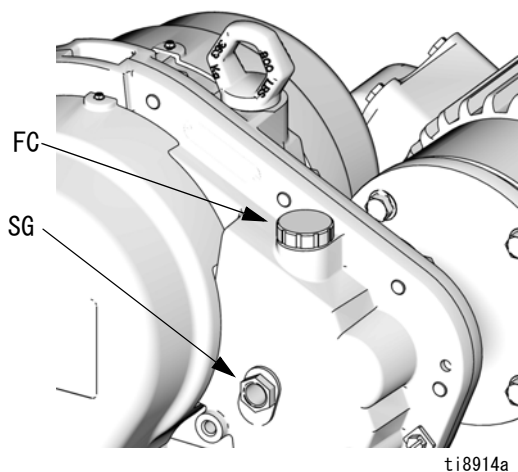

図 8. オイルフィル
毎日、モーターを動作させて、ギア減速機の覗き窓 (SG) で液面を点検します。油面 (モーターを作動) は、覗き窓 (SG) の上端と下端の間に落ち着きます。補給キャップ (FC) を開けて、要求に応じて、ギア減速機油リザーバを Graco 288414 油 (1 クォート瓶 12 個を含むパッケージ) で補給します。過充填しないでください。図 8 を参照してください。